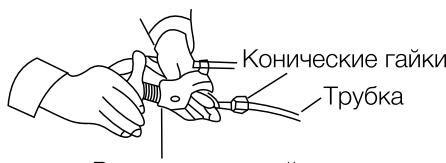

Рис. 3
- С помощью инструмента сделайте развалцовку в конце медной трубы (Рис. 3).